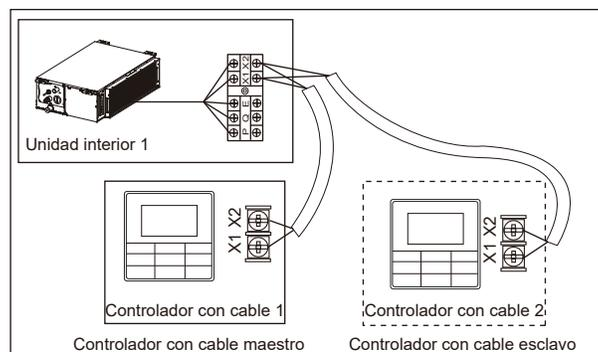

Figura 37
- Utilice 1 controlador con cable para controlar 1 unidad interior o 2 controladores con cable (un controlador maestro y un controlador esclavo) para controlar 1 unidad interior (vea la Figura 37);